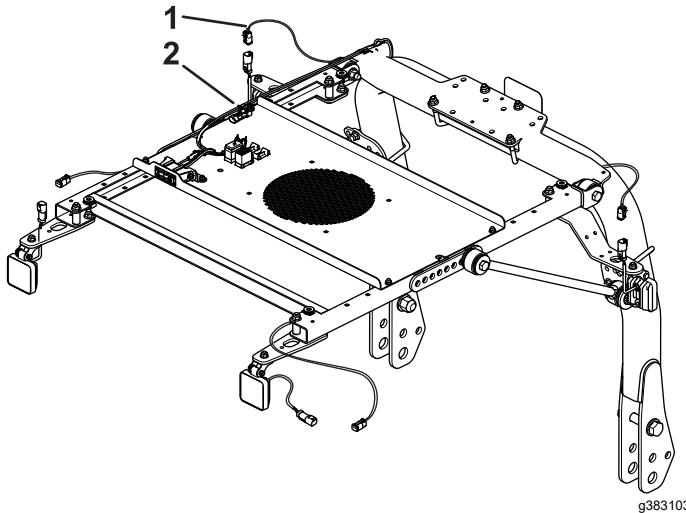

Figura 6
3. Ligue o conector da cablagem do kit da luz ao conector da cablagem do painel de interruptores (Figura 6).
4. Encaminhe a cablagem conforme se mostra na Figura 6 e prenda com as braçadeiras de cabos.